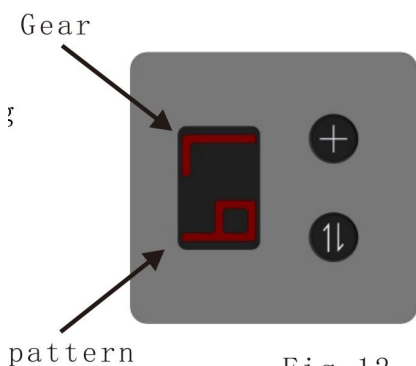

Fig. 12
-Sprawdź wygląd powierzchni topienia ciernego (patrz Rysunek 12), która powinna być jednolita i płaska. Jeżeli powierzchnia nie jest w dobrym stanie, sprawdź ustawienie czasu topienia tarcowego (patrz 6.3.Rozdział 3).